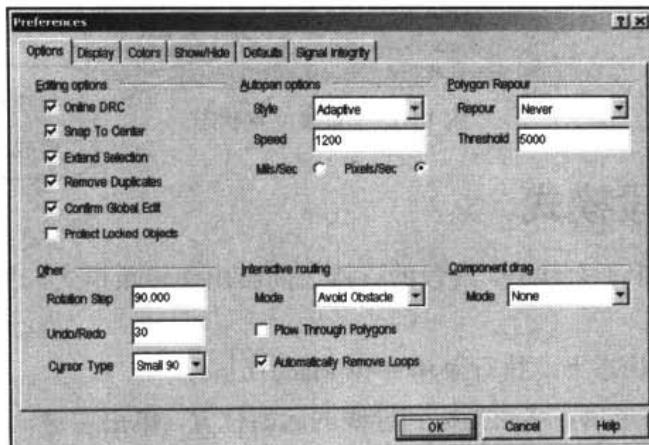

图 14-15 设置自动删除多余线段对话框
- (1) 运行 Protel 99 SE，打开 PCB 文件。
- (2) 执行菜单命令 Tools | Preference，弹出如图 14-15 所示的 Preference 设置对话框。
系统默认的智能交互布线模式是 Avoid Obstacle（避免阻碍物），同时也可以选择另外两种布线模式。在图 14-15 的 Interactive Routing 选项区域中，单击 Mode 下拉列表框右边的下拉按钮，即可选择布线模式。